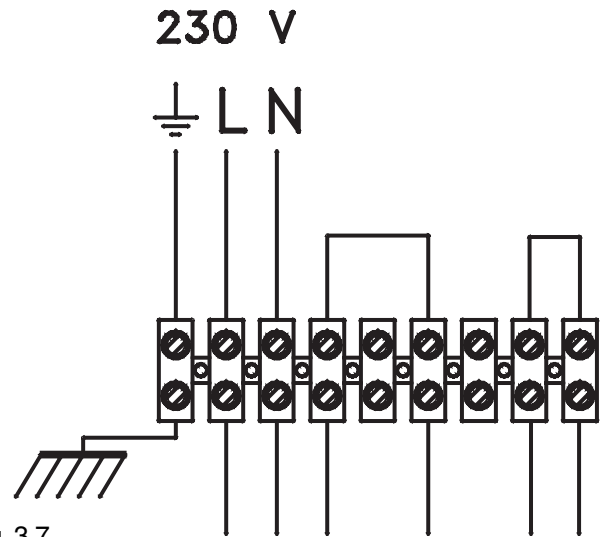

Fig. 3.7
- în acest moment se pot accesa bornele în vederea efectuării racordurilor după cum este indicat pe eticheta autocolantă din cazan și este prezentat în fig. 3.7.